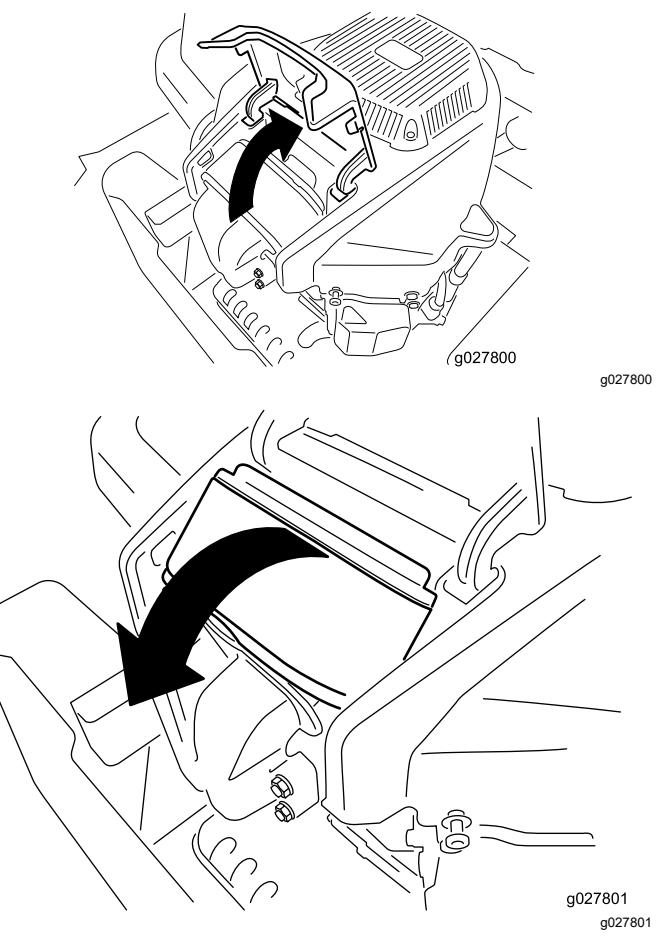

Bild 45
4. Heben Sie die Abdeckung an und drehen den Luftfilter aus dem Motor (Bild 45).